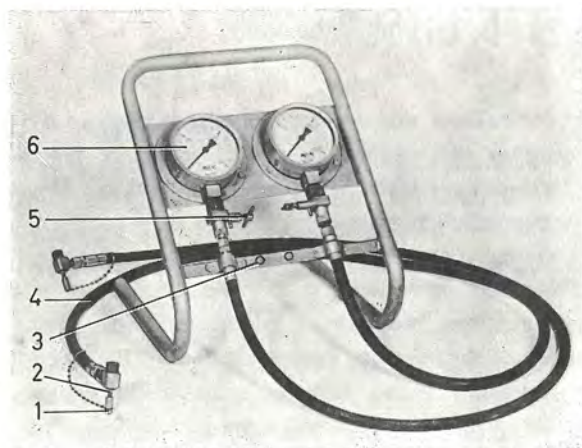

Bild 2. Provningsanordning SVO 2741
Provningsanordningen (bild 2) används vid exempelvis felsökning på bromssystemet.
2. Demontera de båda inre luftningsnipplarna vid ett främre bromsok och anslut den på bild 2 visade provningsanordningen SVO 2741.